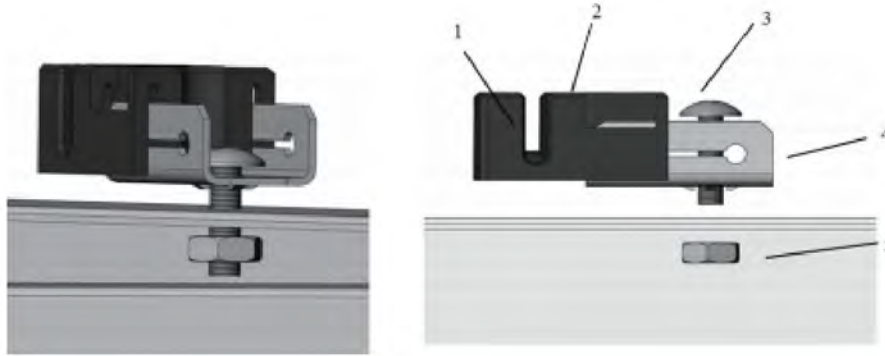

Figura 5. Perno de puesta a tierra Tyco
- El marco de cada módulo tiene orificios de montaje de 4φ7*10 mm con la ubicación específica que se muestra en la figura 5.
- Fije el módulo en cada lugar de fijación con un tornillo M6, dos arandelas planas, una arandela elástica y una tuerca, tal como se muestra en la figura 5.